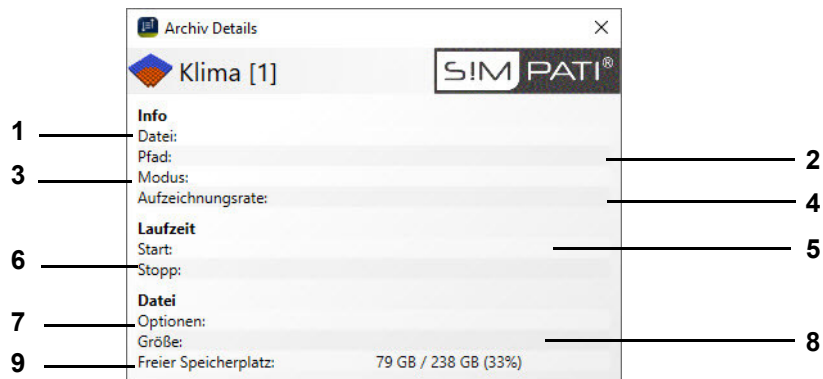

Abb. 10-5 Info-Fenster zur Archivierung im Automatik-/Programmbetrieb
- 12 Wird die Prüfung aufgezeichnet, steht Ihnen ein Menüfenster mit Archivierungs-Informationen zur Verfügung → Abb. 10-5 »Info-Fenster zur Archivierung im Automatik-/Programmbetrieb« (Seite 92).